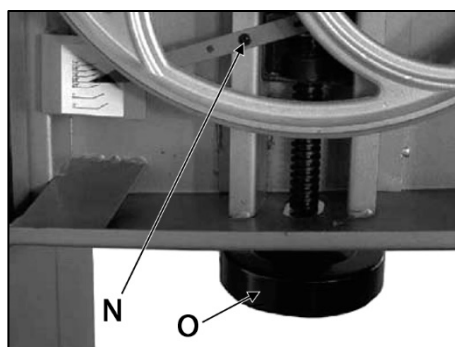

Рисунок 10.
Полностью поднимите верхнюю направляющую пыльного полотна. Принимая во внимание ширину пыльного полотна, поворачивайте рукоятку (O) (рис. 10) до достижения необходимого результата. Поворачивая ее по часовой стрелке, вы уменьшаете натяжение полотна, а против часовой стрелки – увеличиваете.
Индикатор натяжения (N) пыльного полотна (рис. 10) можно настроить на различные виды полотен. При умеренном натяжении пыльного полотна, открутите установочный винт и отрегулируйте индикатор. Затяните установочный винт.